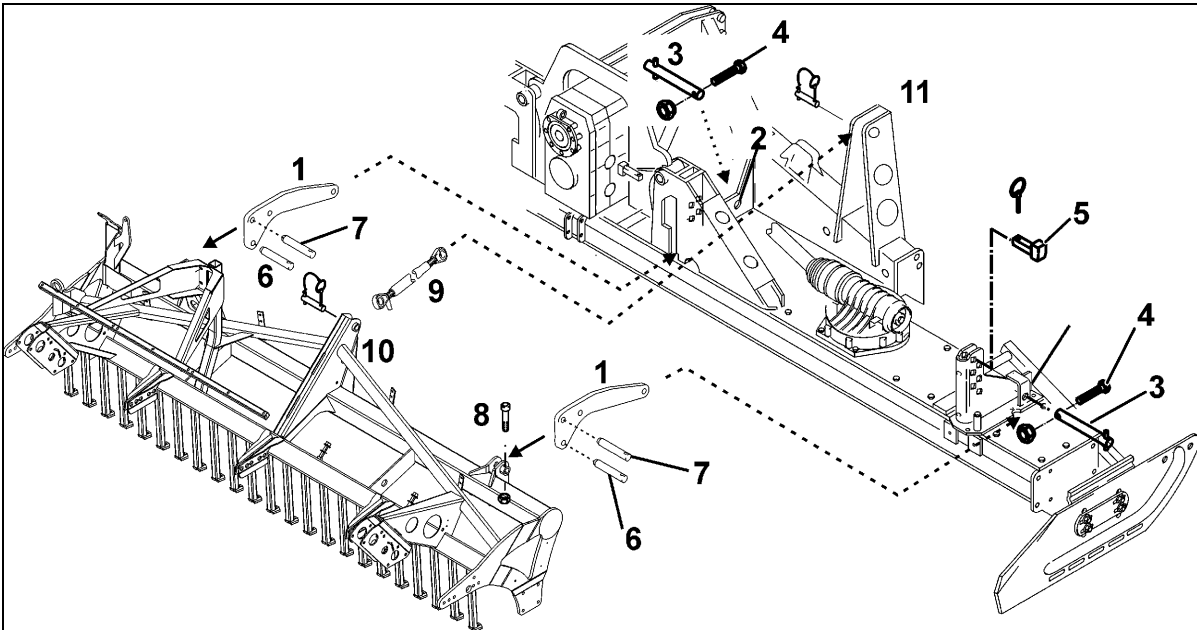

Fig. 28
1. Tragarme (Fig. 28/1) zur Montage bzw. Demontage der Walzen immer mit zwei Bolzen (Fig. 28/6,7 ) an den Walzen abstecken und mit Zylinderschraube (Fig. 28/8) und Mutter sichern.
2. Tiefenregulierungsbolzen (Fig. 28/5) zunächst in die oberste Position abstecken und mit Klappsteckern sichern. Mit diesen Bolzen wird später die Arbeitstiefe eingestellt (siehe Seite 65).
4. Die vier Tragarme (Fig. 28/1) der Walzen an den Abstützungen (Fig. 28/2) mit Bolzen (Fig. 28/3) abstecken.
5. Bolzen mit Schraube und Mutter (Fig. 28/4) sichern.
6. Oberlenker zwischen die Anbaupunkte Säschiene (Fig. 28/10) und **KG** (Fig. 28/11) mit Bolzen und Klappstecker befestigen.
8. Nach der Montage die oberen Bolzen (Fig. 28/7) entfernen wieder entfernen.